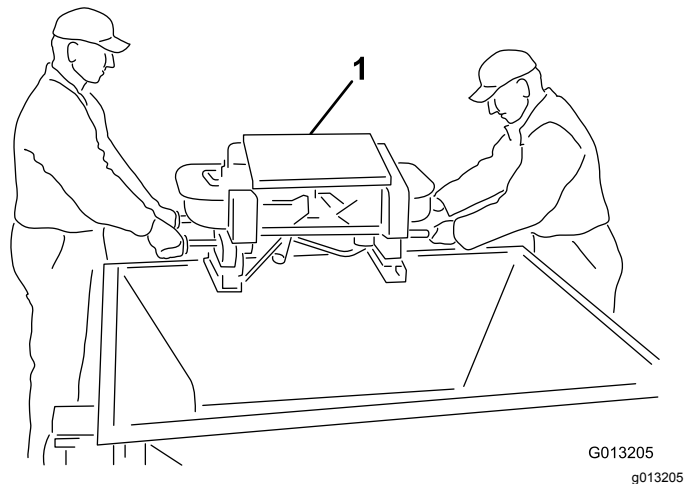

Figure 5
4. Saisissez les poignées extérieures du Twin Spinner pour le soulever hors de la benne et placez-le sur le sol (Figure 5).